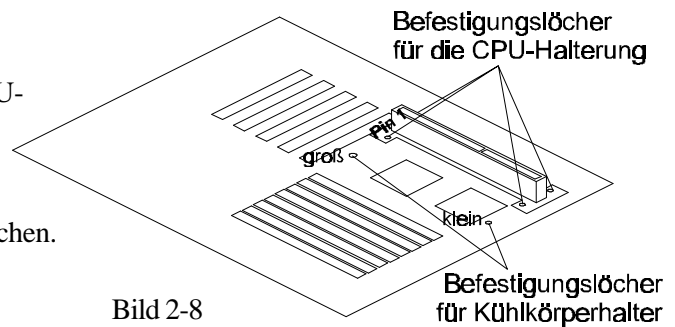

Bild 2-8
1. Die Position der 4 Löcher für die CPU-Halterung und die Markierung für "Pin 1" des Slot 1 (das ist der Prozessor-Steckplatz) sind auf dem Mainboard HOT-641/P ausfindig zu machen. (siehe Bild 2-8)